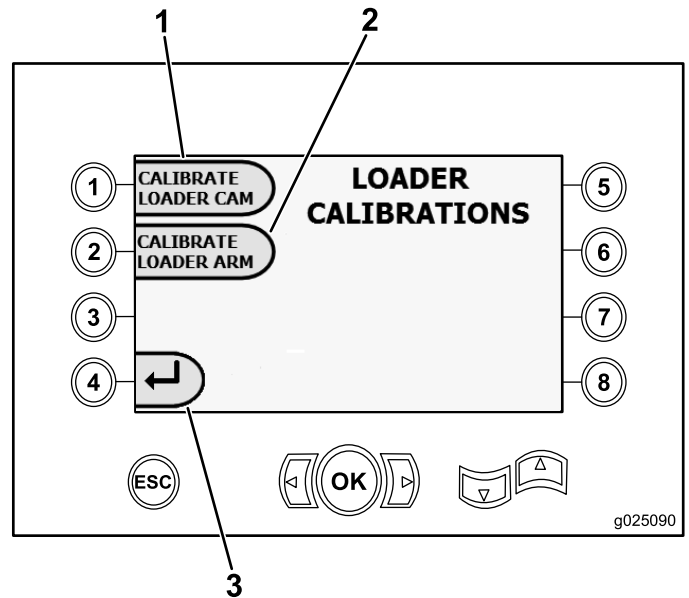

Bild 17
- Drücken Sie Taste 1, um die Ladernocke zu kalibrieren (Bild 17)
- Drücken Sie Taste 2, um den Laderarm zu kalibrieren (Bild 17).